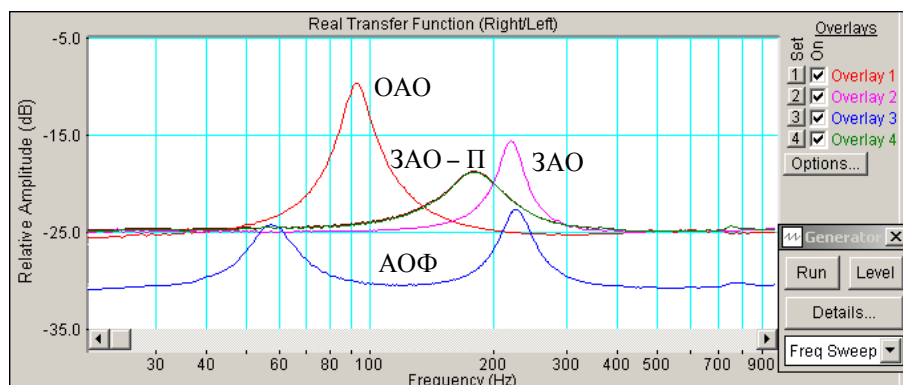

Рис.6.13.. АЧХ головок громкоговорителей с различным акустическим оформлением
5.3.4. Скопируйте график частотных характеристик импеданса всех громкоговорителей (рис.6.13) в файл вашего отчета.